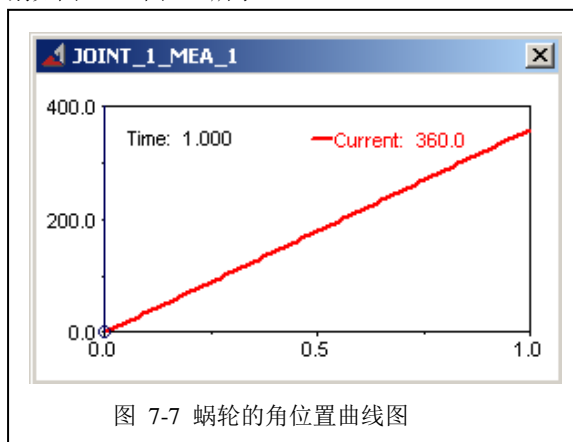
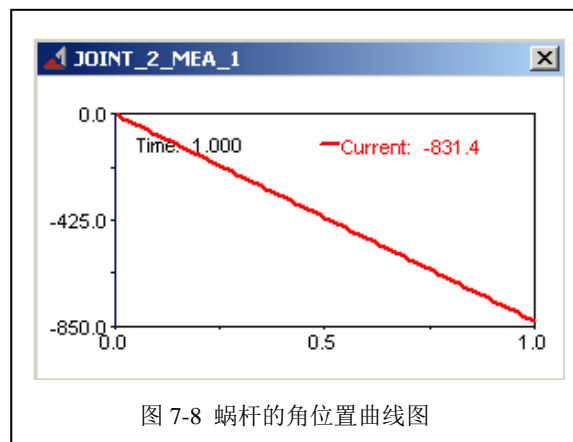

图 7-7 蜗轮的角位置曲线图
图 7-8 蜗杆的角位置曲线图
7.4 仿真模型。点击仿真按钮 ，设置仿真终止时间（End Time）为 1，仿真工作步长（Step Size）为 0.01。然后点击开始仿真按钮 ，进行仿真，观察模型的运动仿真情况，蜗轮和蜗杆的角位置曲线图分别如图 7-7、图 7-8 所示。